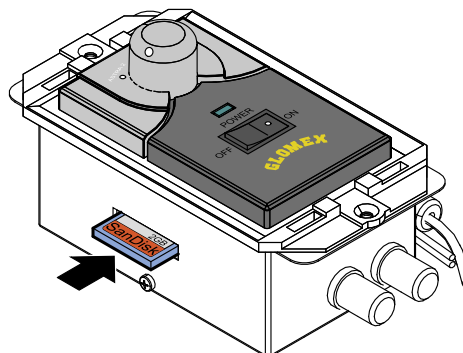

Fig. 34
3. Inserire la SD card nello slot posizionato sul fianco dell'unità di controllo, come indicato in **Fig. 34**, rispettando l'orientamento (lato con etichetta del produttore rivolto verso l'alto) ed assicurandosi di averla spinta correttamente fino in fondo.